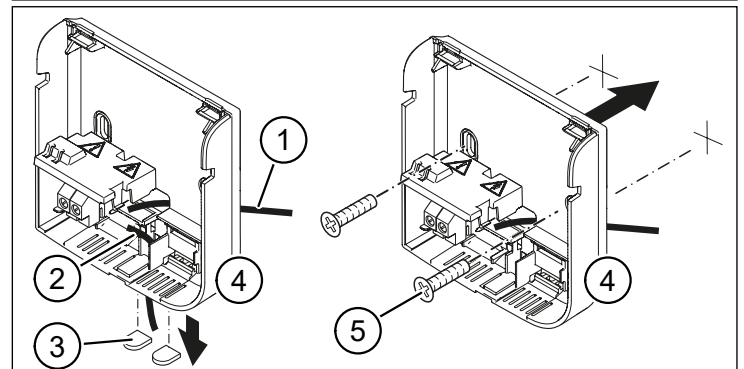

Abb. 3: Netzkabel einführen und Gehäuse an der Wand befestigen
- Führen Sie das Netzkabel von hinten (Pos. 1 in Abb. 3) oder von unten (Pos. 2 in Abb. 3) in das Gehäuse (Pos. 4 in Abb. 3) ein. Brechen Sie dazu ggf. die Plastikeinsätze (Pos. 3 in Abb. 3) am unteren Kabeleinlass heraus.
- Befestigen Sie das Gehäuse mit den mitgelieferten Schrauben und Dübeln (Pos. 5 in Abb. 3) an der gewünschten Stelle.
- Schwenken Sie den Deckel nach unten, bis er hörbar am Gehäuse einrastet (siehe Abb. 3).